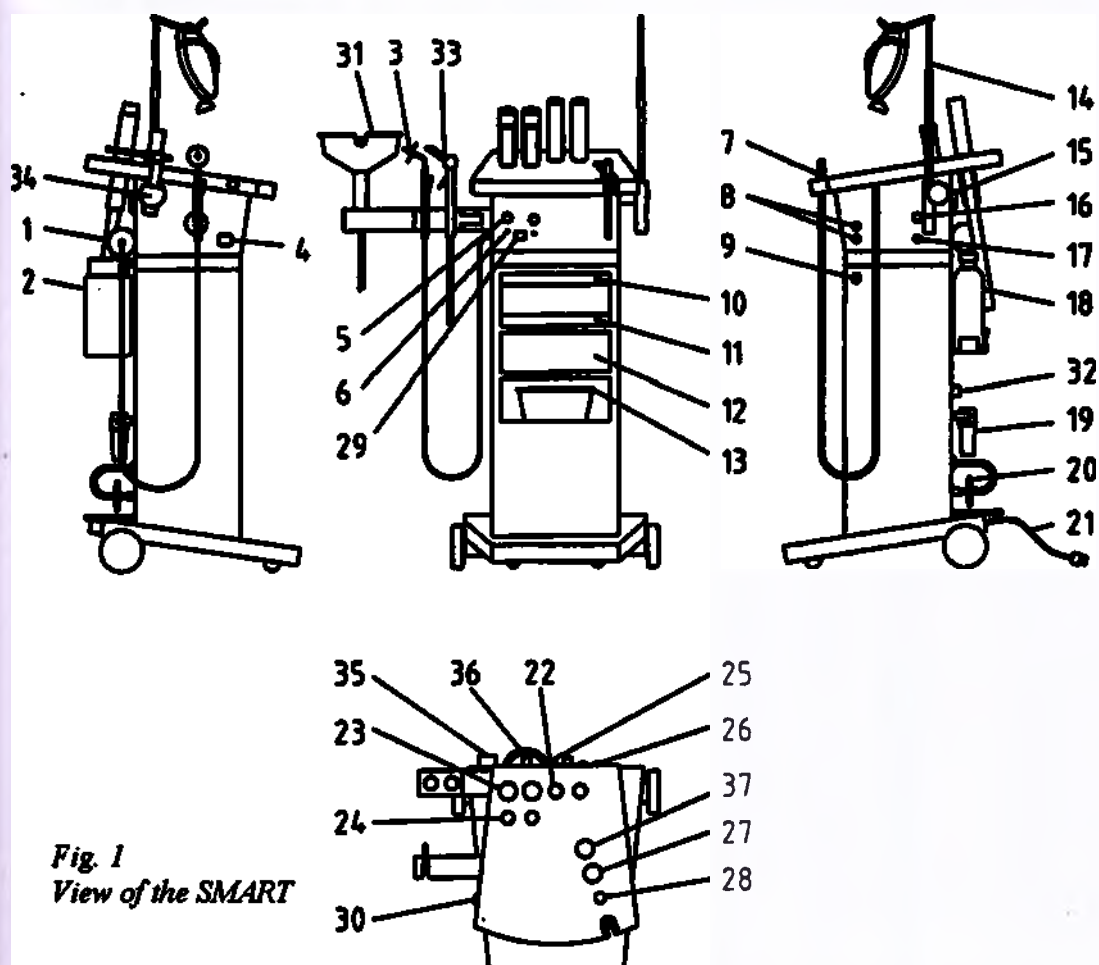

Рис.1
Компоненты Лор-комбайна Smart (рис.1)
2. Включите ЛОР-комбайн с помощью основного выключателя (Рис.1 (9)). Если ЛОР-комбайн оборудован соленоидным клапаном, то кран подачи воды будет открыт автоматически. Различные системы нагрева требуют от 10 до 15 минут для достижения нужной температуры. Поэтому рекомендуется включать прибор заблаговременно перед началом приема пациентов.
1. Выключите ЛОР-комбайн с помощью основного выключателя (Рис.1 (9)). Соленоидный клапан (опциональный) автоматически закроет кран подачи воды. Мы рекомендуем регулярно проверять правильность работы соленоидного клапана, нажимая на рукоятку для подачи воды (рис. 1(3) до тех пор, пока давление воды не упадет, и струя не прекратится.
Когда аспирационная трубка (рис. 1(7)) вынимается из держателя, автоматически включается аспирационный насос. Жидкость собирается в специальную емкость (рис.1(2)). По окончании аспирации необходимо поместить аспирационную трубку обратно в держатель.
С помощью переключателя (Рис.1. (30)) вакуум переключается на вторую аспирационную трубку (воронку для промывания уха)
Емкость для жидкости (рис.1(2)) можно снять для утилизации или очистки. Потяните емкость для жидкости в горизонтальном направлении, как показано на рисунке.